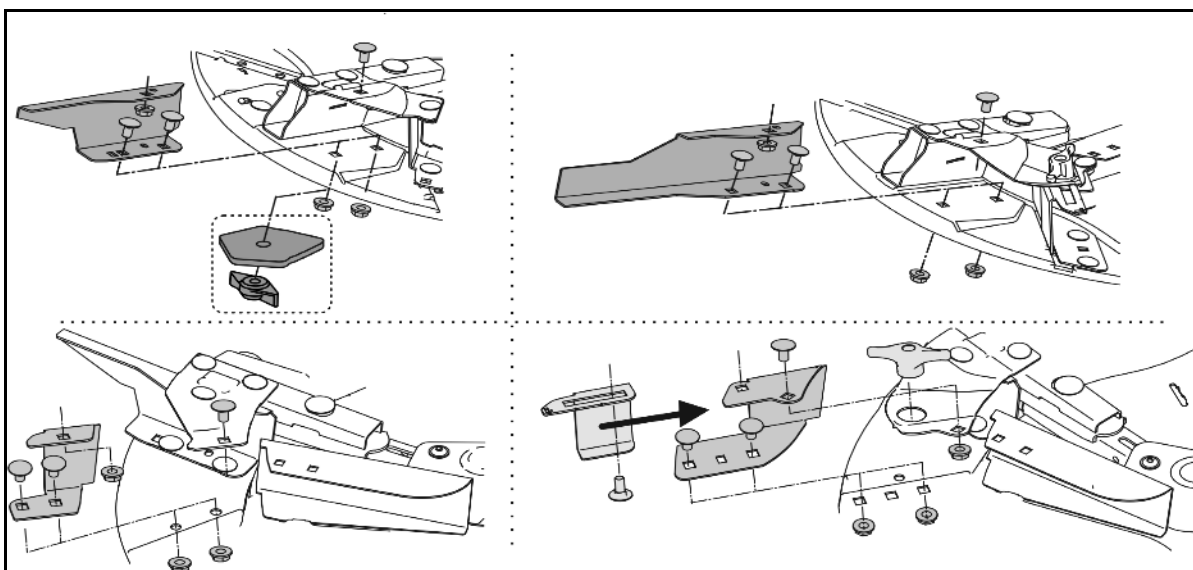

Fig. 71
3. Kontroller om reguleringsluken (Fig. 71/1) er lettgående og evt. etterjustere justerringene.